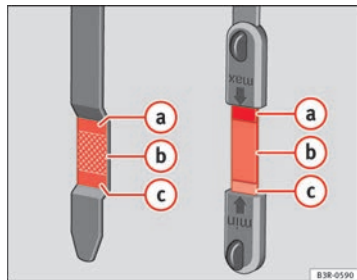

Abb. 166 Markierung am Ölmessstab
- Den Messstab anschließend wieder herausziehen und den Ölstand ablesen ⇒ Abb. 166. Füllen Sie gegebenenfalls Motoröl nach ⇒ Seite 235.